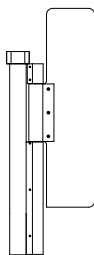

图 2.1-1 单机芯摆闸
- 单机芯摆闸：机箱内部只配置一个单机芯（如图 2.1-1 所示）。